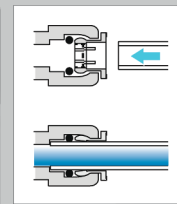

図2
- 付属のチューブを使い、一端を水用コネクタにしっかりと押し込みます (図2)。